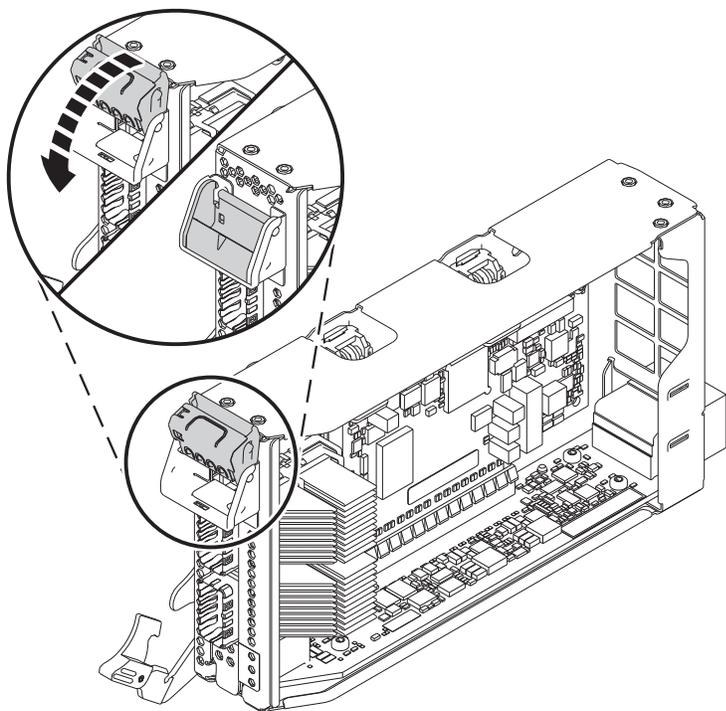

Figura 30. Colocar um adaptador de baixo perfil com metade do comprimento na cassete adaptador PCIe
- c. Para bloquear o adaptador no local, rode o trinco do contraponto como é mostrado na Figura 30 na página 31.